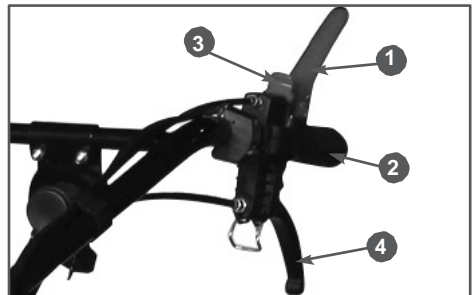

Рис.12 Левая рабочая рукоятка
2. Рычаг выключателя двигателя 1 (Рис.12) нажмите и зафиксируйте стопором.
При возникновении аварийной ситуации, для экстренной остановки переведите рычаг выключения двигателя 1 (Рис.12) в верхнее положение.